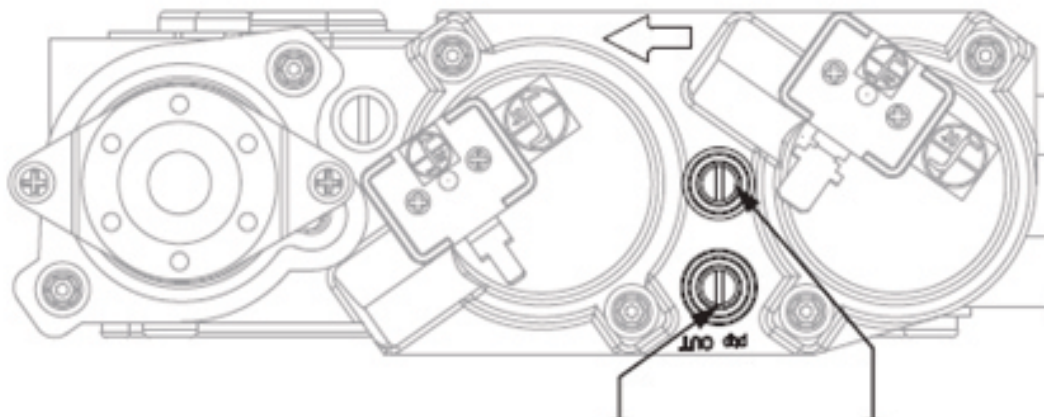

Figure 12.1 - Raccords de test de pression
1. Desserrez (sens antihoraire) la vis du raccord de test de pression d'entrée (IN). Voir (A) à la FIGURE 12.1.
5. Débranchez le tube avec manomètre et serrez (sens horaire) la vis du raccord de test de pression d'entrée (IN). La vis doit être serrée juste assez; ne la serrez pas trop.
6. Rallumez la veilleuse et le brûleur. Ensuite, rebranchez le manomètre au raccord de test de pression d'entrée (A) pour vérifier que ce raccord est complètement étanche. Le manomètre ne doit indiquer aucune pression.
2. Desserrez (sens antihoraire) la vis du raccord de test de pression du manifold (OUT). Voir (B) à la FIGURE 12.1.
7. Branchez le manomètre au raccord de test de pression du manifold (B) pour vérifier qu'il est complètement étanche. Le manomètre ne doit indiquer aucune pression lorsque la veilleuse et le brûleur sont allumés.